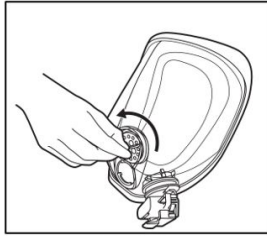

Fig.17
4. Remova o conjunto do diafragma de fala girando 1/4 de volta no sentido anti-horário (Fig. 17).
4. Remova o diafragma de fala girando-o um quarto de volta no sentido anti-horário (Fig. 17).